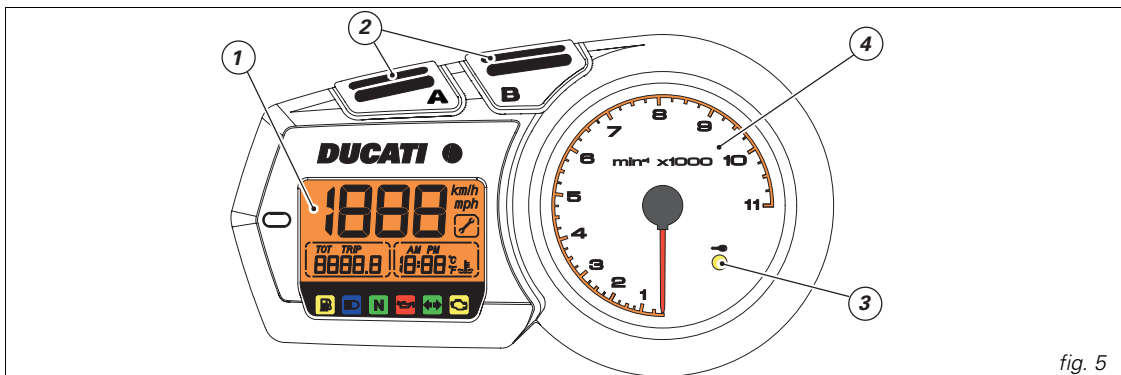

fig. 5
1) **Afficheur à cristaux liquides**, (voir fig. 5).
En appuyant sur la touche (B fig. 5) lorsque la clé est sur **ON**, vous pouvez faire défiler les fonctions suivantes :
*Il indique la distance parcourue depuis la dernière remise à zéro. Pour remettre ce compteur à zéro, accéder à la fonction et appuyer sur la touche **A**, fig. 5) pendant au moins 2 secondes. Après 9999,9 km (ou miles), le compteur partiel retourne automatiquement à zéro.*
Le boîtier électronique signale automatiquement au tableau de bord le modèle de moto et l'unité de mesure à afficher ; pour modifier ces paramètres, appuyez simultanément sur les touches **(A, fig. 5)** et **(B, fig. 5)** et mettez le contact en tournant la clé de la position **OFF** à la position **ON**. Le modèle et la version de la moto clignotent à l'écran. Appuyez sur le bouton **(B)** pour faire défiler tous les choix possibles. Pour mémoriser votre choix, appuyez sur la touche **(A)** pendant au moins 5 secondes, jusqu'à l'affichage de l'indication **OFF**, puis coupez le contact en ramenant la clé sur la position **OFF**.
Après avoir tourné la clé dans la position marche ON, vous pourrez modifier, dans les 5 premières secondes, l'intensité lumineuse de l'afficheur à chaque pression de la touche « B » (2, fig. 5).